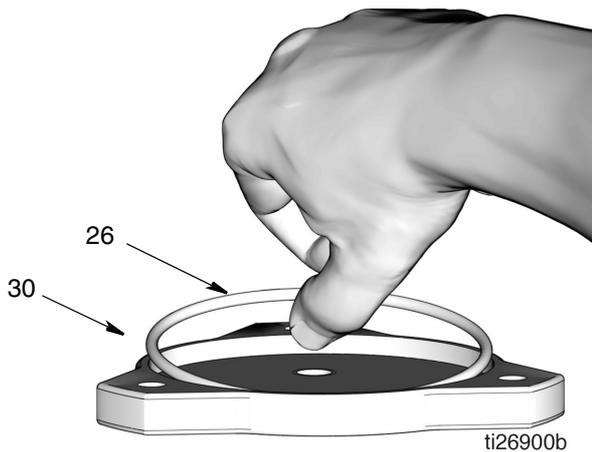

FIG. 59
12. Aplique una capa fina de grasa en la junta tórica (26). Instale una junta tórica dentro de la ranura de la tapa (30) como se observa en FIG. 59.